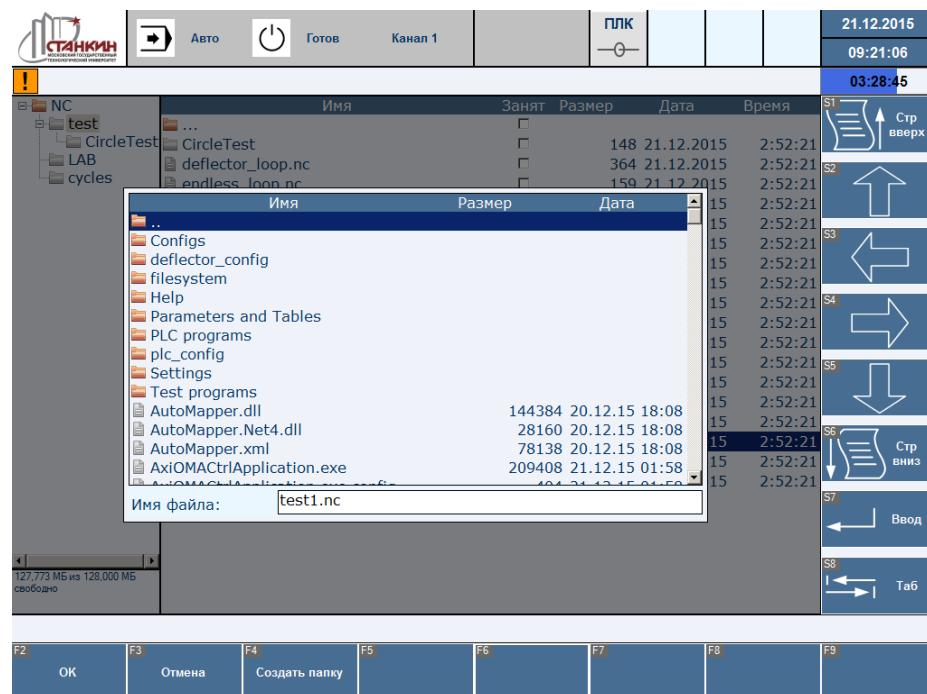

Рисунок 21 – Окно диалога копирования файлов на диск
- F6 – копирование файлов и папок из файловой системы станка на жёсткий (либо сменный) диск. Вызывает окно диалога копирования файлов (Рисунок 21).